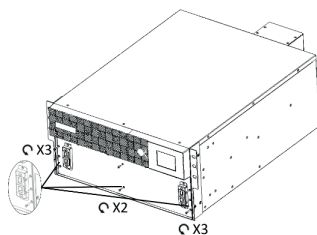

Рисунок 2
2. Отвинтите и снимите кронштейн крепления батареи с помощью крестовой отвертки (рис. 2).